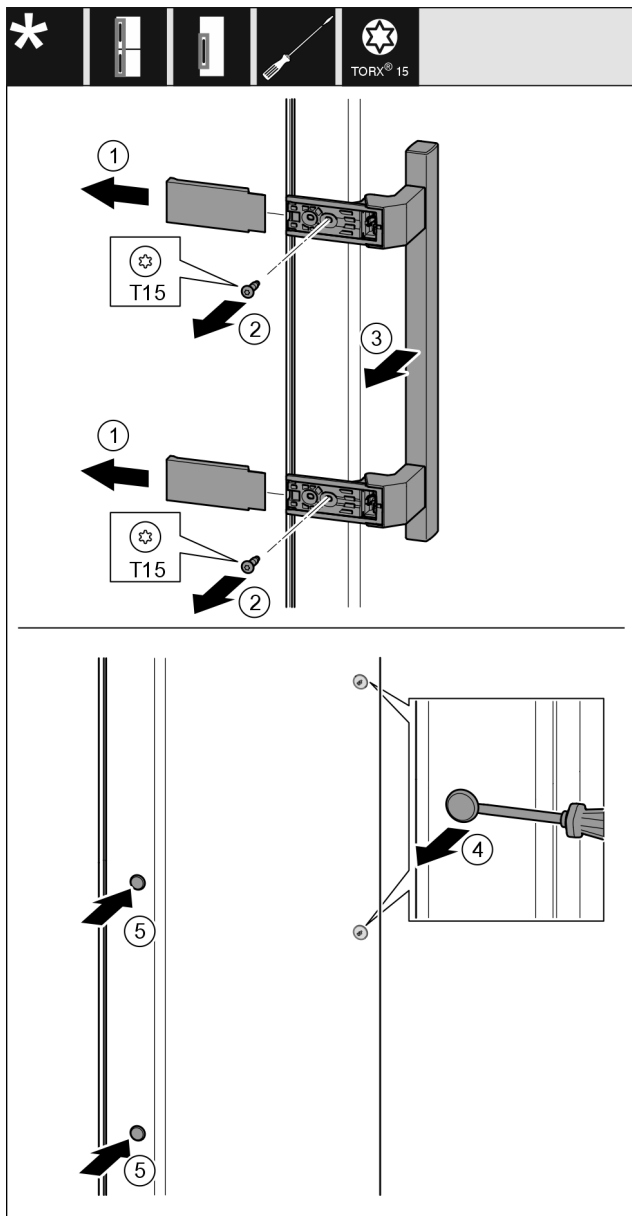

Fig. 40
- ▶ Abdeckung Fig. 40 (1) abziehen.
- ▶ Schrauben Fig. 40 (2) mit Schraubendreher herausdrehen.
- ▶ Griff Fig. 40 (3) abnehmen.
- ▶ Seitlichen Stopfen Fig. 40 (4) vorsichtig mit einem Schlitzschraubendreher anheben und herausziehen.
- ▶ Stopfen Fig. 40 (5) auf der anderen Seite wieder einsetzen.